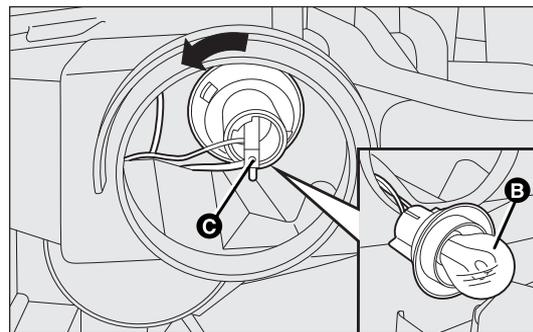

fig. 153
- tourner dans le sens contraire des aiguilles d'une montre la douille C-fig. 153 et l'extraire ;
- extraire l'ampoule B-fig. 153 en la poussant légèrement et en la tournant dans le sens contraire aux aiguilles d'une montre ;